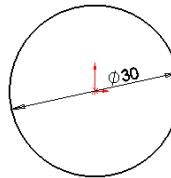

图 3-54 绘制的草图
**02** 绘制草图。在菜单栏中选择“工具” $\rightarrow$ “草图绘制实体” $\rightarrow$ “圆”命令，或者单击“草图”工具栏中的“圆”图标按钮 $\odot$ ，以原点为圆心绘制一个直径为 30 的圆。结果如图 3-54 所示，然后退出草图绘制状态。